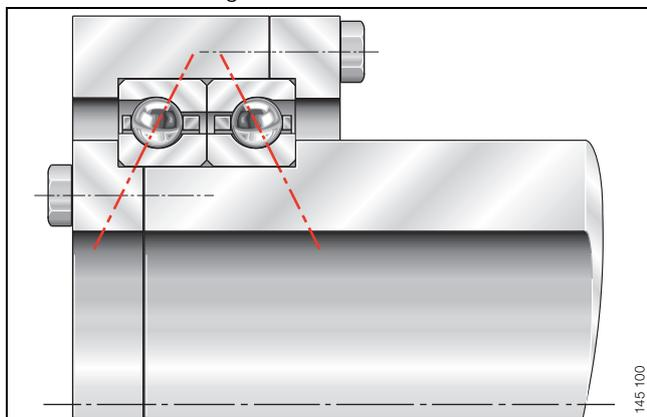

Bild 6 · Zusammengepasste Schrägkugellager, O-Anordnung
- zusammengepasste Schrägkugellager unmittelbar nebeneinander angeordnet (Bild 6).